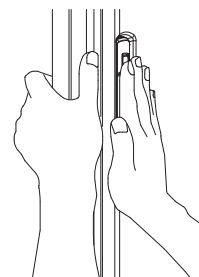

図3
3. 扉を押さえ、取手を手のひら全体で本体側に押しってください。(図3)